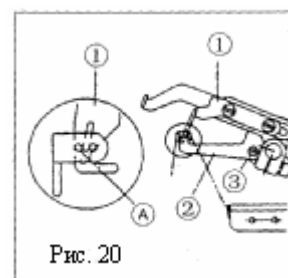

Рис. 20
1. Когда рычаг нитепритягивателя (1) установлен в верхнем положении, маленькое отверстие (A) другого нитепритягивателя должно находиться на одном уровне с длинной канавкой расправителя.
2. Чтобы произвести регулировку, ослабьте винты 3 и 4 и сдвиньте рычаг расправителя (2) вверх или вниз. Затем затяните винты 3 и 4. (Рис. 20).